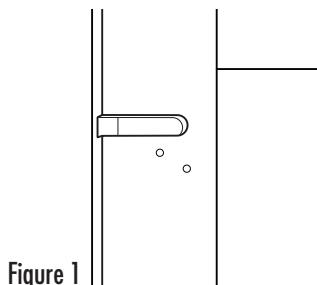

Figure 1
- Localisez les trous marqués sur l'arrière de la porte (fig. 1).